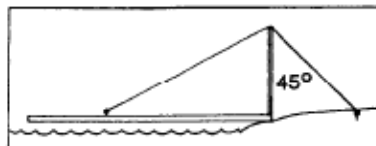

Fig. 2
- 3) Avmerkingen gjøres lettest ved at dobbeltboltene settes på plass på bryggen. Bryggens smale ende plasseres i en lettboat som så skyves fra land. Avmerk så boltene plassering med kritt (se fig. 1). Hull for bakre wirefeste avmerkes i en slik avstand fra tårnet at vinkelen mellom tårn og wire blir minst 45 grader når bryggen er ferdig montert (se fig. 2).